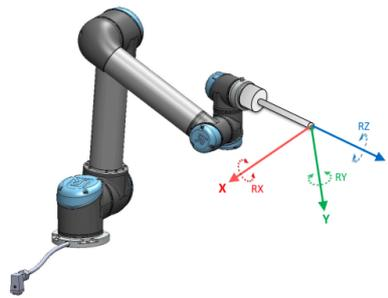

FIGURE 13.2 – Fonction de l'outil (point central de l'outil)
- La Fonction de l'outil se trouve au centre du TCP (point central de l'outil) actuel (voir figure 13.2)